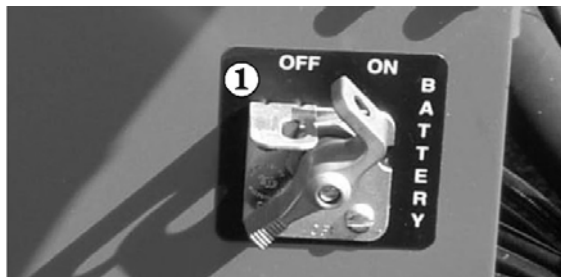

Fig. 11.12
1. Sätt batterifrånskiljaren ① (se Fig. 11.12) i läge TILL.